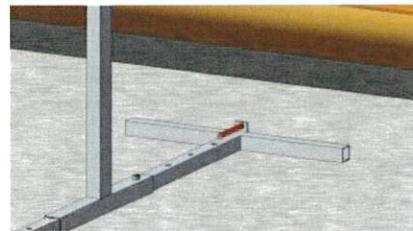

fig. 8
- Inserire nella parte che appoggia alla facciata dell'edificio un tassello Ø 10 nell'apposito foro (fig. 8 a pag. 9);
- Le tavole (fig. 8) o i profili utilizzati devono essere integri sotto l'aspetto della resistenza e la loro lunghezza minima deve essere superiore di almeno 400 mm a due campate. (esempio: 1600 mm + 1600 mm + 200 mm + 200 mm = 3600 mm)